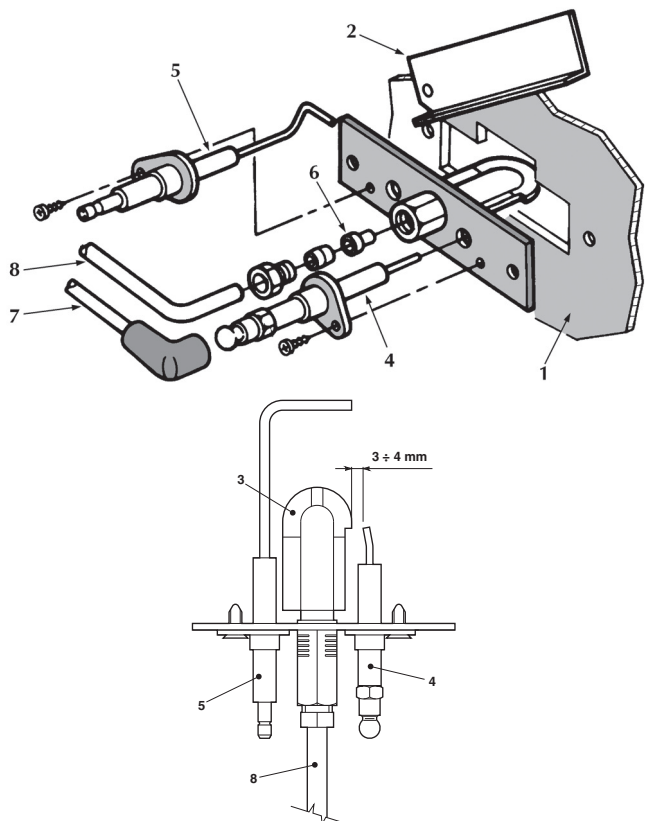

fig. 10 - Quemador piloto
- Los electrodos no presenten incrustaciones y estén bien colocados (véase fig. 10).
Después de repetidos intentos de encendido, la centralita electrónica bloquea la caldera.	Limpiar con aire comprimido los inyectores de los quemadores piloto. Controlar que el gas llegue a la caldera correctamente y que no haya aire en los tubos. Controlar que los electrodos estén correctamente colocados y no presenten incrustaciones (véase fig. 10). Controlar que la caldera esté conectada a una buena toma de tierra. Controlar las conexiones a los electrodos de encendido y de ionización.
En la fase de encendido, no se produce la descarga entre los electrodos.	Controlar que los electrodos estén correctamente colocados y no presenten incrustaciones (véase fig. 10). Termostato de regulación programado en valores demasiado bajos. Controlar la alimentación eléctrica. Controlar las conexiones a los electrodos de encendido y de ionización. Controlar las conexiones a la centralita electrónica de control de la llama. Controlar que no se hayan invertido la FASE y el NEUTRO y que los contactos a masa sean eficaces. Controlar la presión del gas en entrada y que no haya presostatos del gas abiertos. Rearmar el termostato de seguridad. Comprobar que el termostato de ambiente esté cerrado.